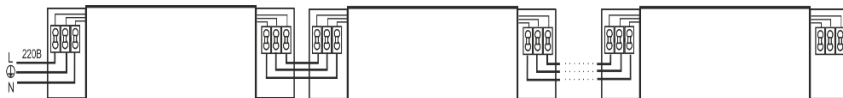

Рис. 5. Подключение обогревателей в единую цепь
7.2.6 Рекомендуется соединять обогреватели в единую цепь, как показано на Рис. 5, соблюдая полярность (заземляющий кабель всегда подключается во второй разъем соединительной клеммы). Максимальное количество обогревателей, соединенных в единую цепь, составляет 10 шт.